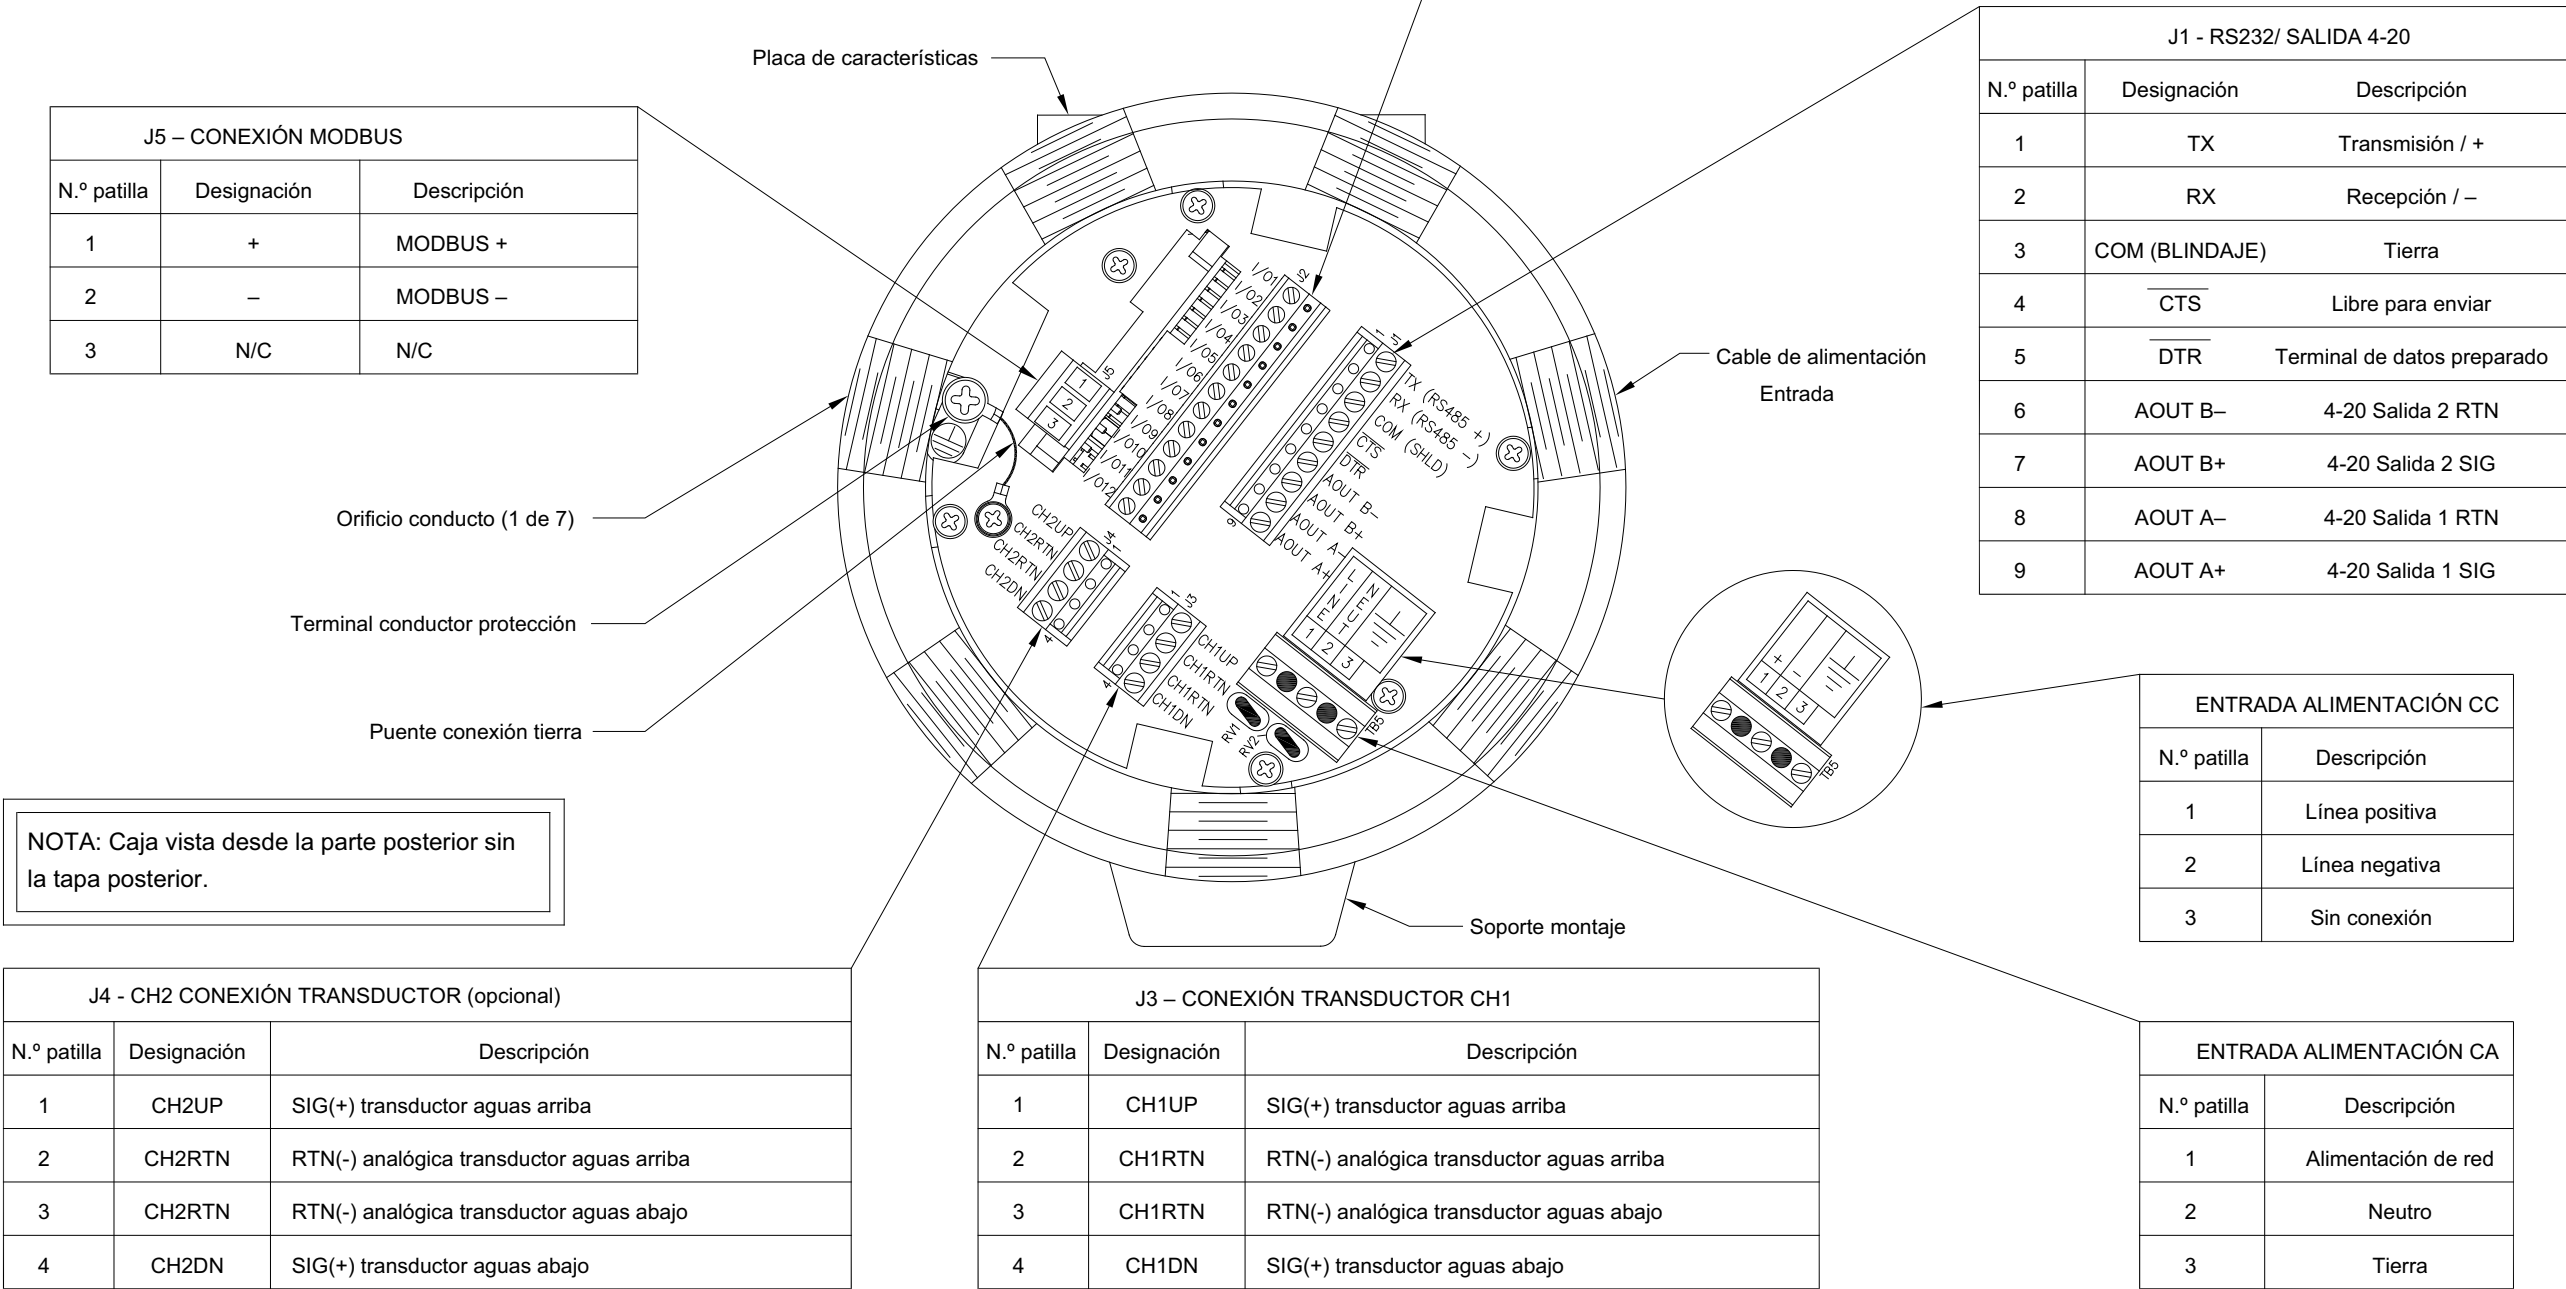
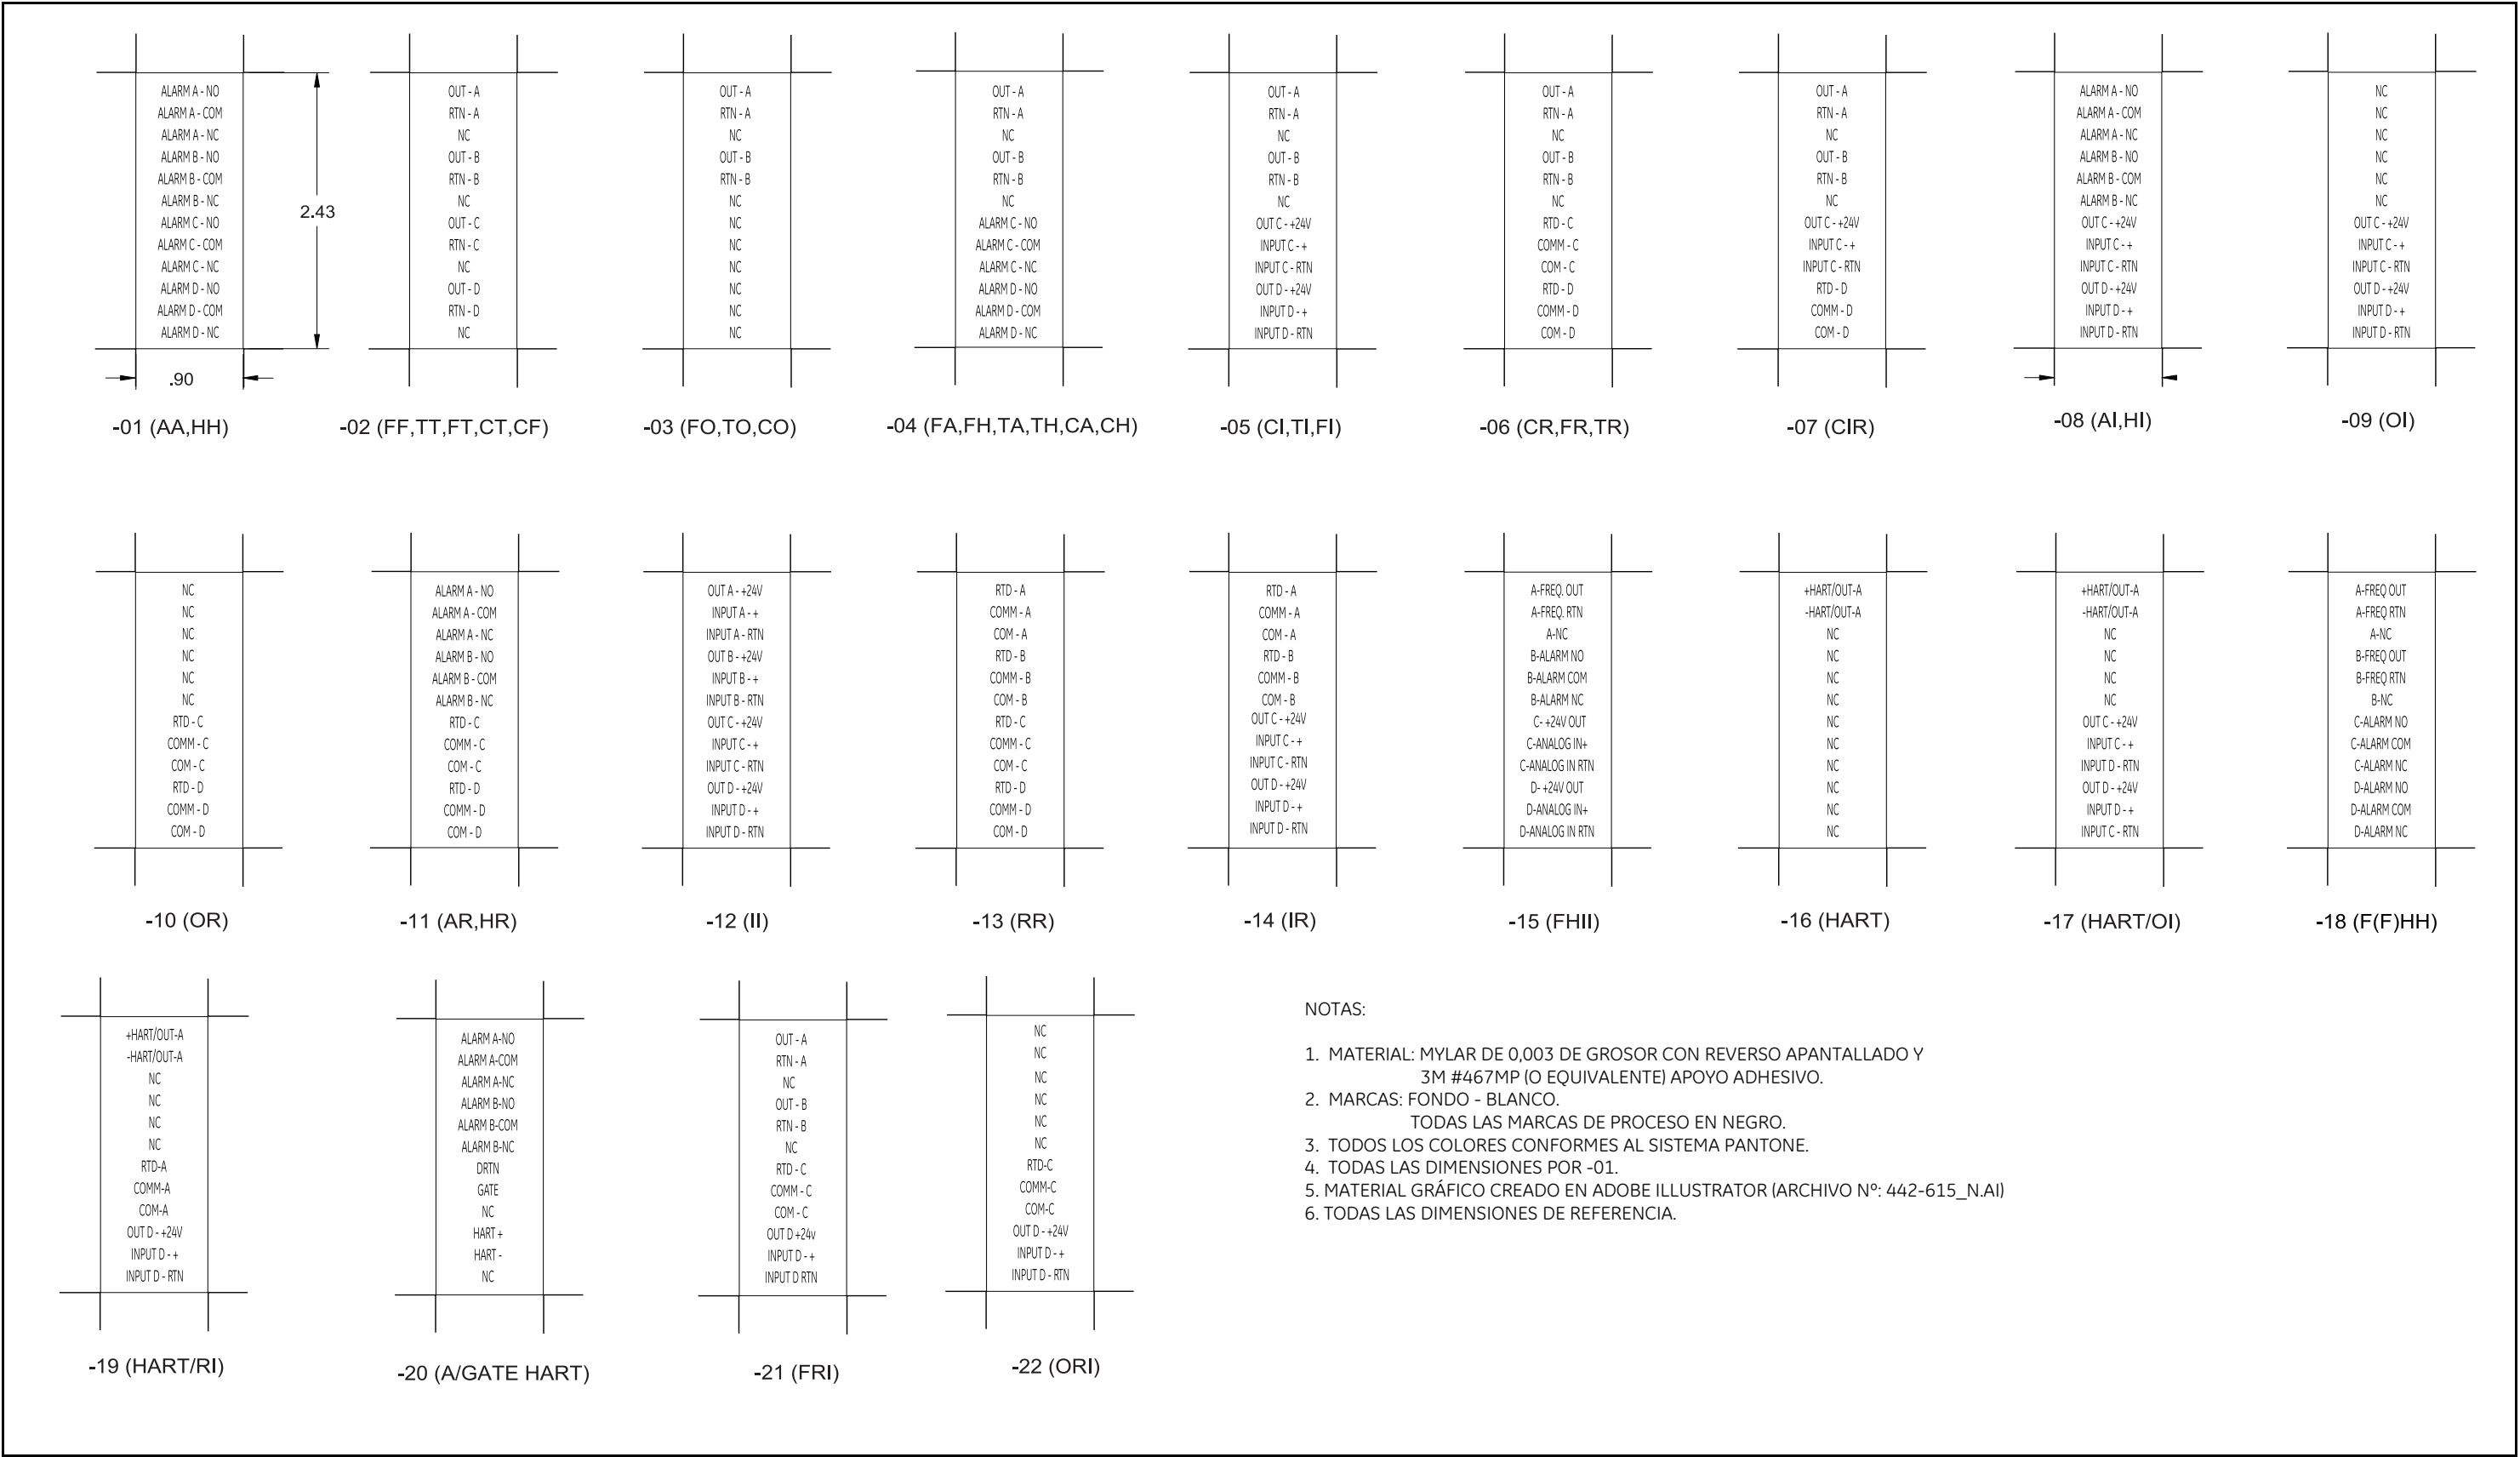

Figura 7: Diagrama de cableado – Caja del sistema electrónico
Figura 8: Etiquetas de conexión de tarjetas opcionales (diagrama ref. 703-1473)
Consulte la *Figura 7 en la página 21* para llevar a cabo los pasos siguientes:
3. Localice el bloque de terminales de 12 patillas (**J2**) en la *Figura 7 en la página 21* y conecte la tarjeta opcional como se indica en la etiqueta del interior de la tapa posterior (consulte la *Figura 2 en la página 6* y la *Figura 8 en la página 22*). Fije la abrazadera del cable.
Antes de realizar cualquier conexión, siga los pasos descritos en *Preparación para el cableado* en la en la página 13. Conecte las entradas analógicas como se indica en la etiqueta de la tapa posterior (consulte la *Figura 8* en la página 22).
Antes de realizar cualquier conexión, siga los pasos descritos en *Preparación para el cableado* en la en la página 13. A continuación, conecte la tarjeta opcional conforme a las conexiones que se muestran en la etiqueta de la tapa posterior (consulte la *Figura 2* en la página 6 y la *Figura 8* en la página 22). La *Figura 4* muestra diagramas de cableado de un circuito de salida totalizador y de un circuito de salida de frecuencia. Consulte los requisitos de carga y tensión "Entradas y salidas opcionales" en la página 59..
La tarjeta opcional de entradas del XGF868i RTD (Resistance Temperature Device) proporciona dos o cuatro entradas RTD directas (denominadas A, B, C y D). Cada entrada RTD requiere tres cables, y debe estar conectada como se indica en la etiqueta de la tapa trasera (consulte la *Figura 2 en la página 6* y la *Figura 8 en la página 22*).
Antes de realizar cualquier conexión, siga los pasos descritos en *Preparación para el cableado* en la *página 13*. A continuación, conecte esta tarjeta opcional con las conexiones indicadas en la etiqueta de la tapa posterior (consulte la *Figura 2 en la página 6* y la *Figura 8 en la página 22*).